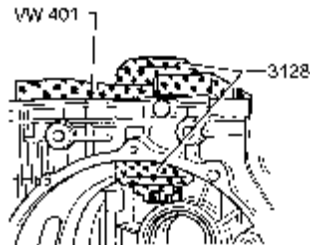

图 9-98 拉出大圆锥滚柱轴承外圈
(11) 拆卸差速器，把拉头 3128 的压件置于外圈的下方，把拉头 3128 的螺纹件连同压板 VW 401 装配到变速箱壳体上，拧紧螺栓，将外圈从壳体中拉出，如图 9-98 所示。